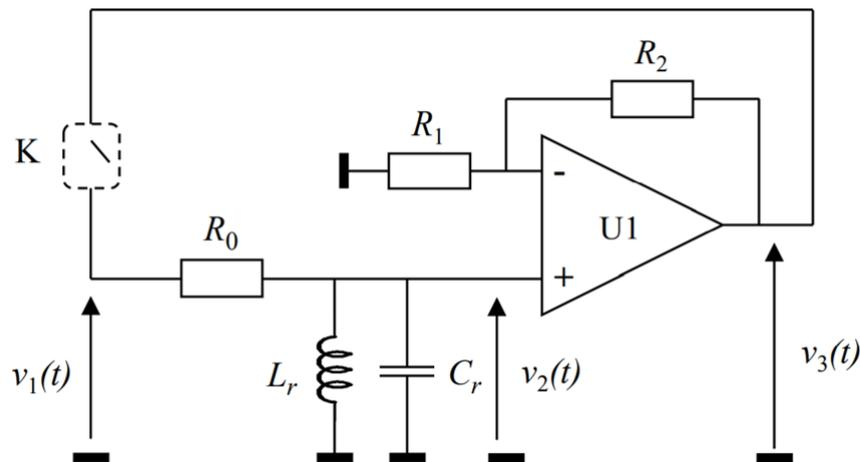

FIGURE 1.4 – Schéma réel de l'oscillateur
Le schéma réel de l'oscillateur est donné figure 1.4, indiquant les composants réactifs **réels** à implémenter sur un circuit imprimé.
15. Quel composant du schéma figure 1.4 peut expliquer le fait que les deux schémas puissent être équivalents ? Faire alors un commentaire sur la valeur de  $R$  donnée plus tôt et en déduire alors qu'ici on modélise la bobine réelle par une association parallèle d'une bobine idéale et d'une résistance  $R$ .